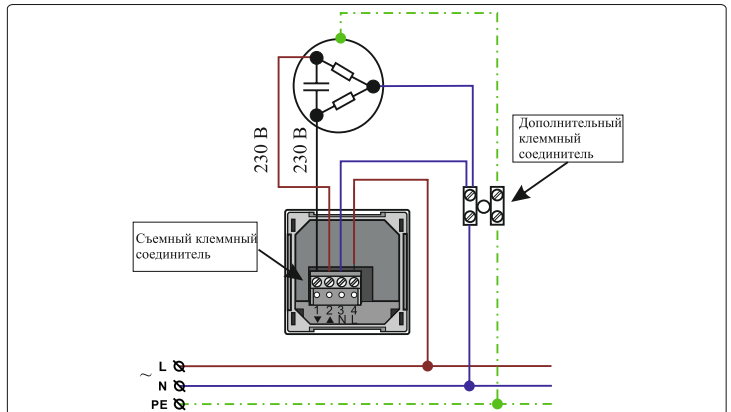

Рисунок 3. Типовая схема подключения
- Ознакомиться с типовой схемой подключения (см. рис. 3).
- Подключить синий (голубой) провод привода («нейтраль») с помощью дополнительного клеммного соединителя к «нейтралю» питающей сети (см. рис. 3).
- Отсоединить съемный клеммный соединитель устройства (см. рис. 3).
- Подключить провод направления ВВЕРХ электропривода к контакту 2 устройства (см. рис. 3).
- Подключить провод направления ВНИЗ электропривода к контакту 1 устройства (см. рис. 3).
- Подключить к контакту 3 устройства «нейтраль» питающей сети ~230 В (см. рис. 3).
- Подключить к контакту 4 устройства «фазу» питающей сети ~230 В (см. рис. 3).